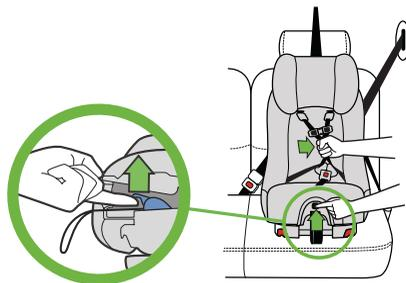

Figure 118
- Tout en soulevant la languette de réglage du harnais, tirez sur les sangles du harnais, tel qu'illustré dans la **Figure 118**.